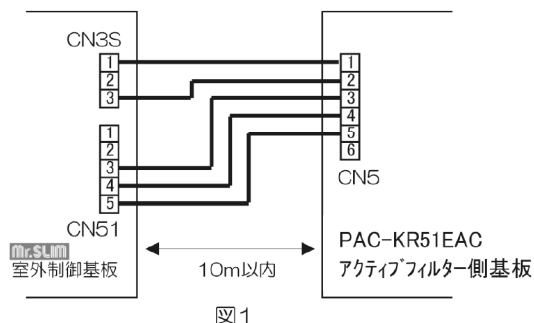

図1
- ①アクティブフィルタ（以下AF）基板側の設定
- ②空調機間信号配線
- ・図1のように、室外制御基板(空調機側)のCN3S(1-3ピン)、CN51とAF基板のCN5を接続ください。